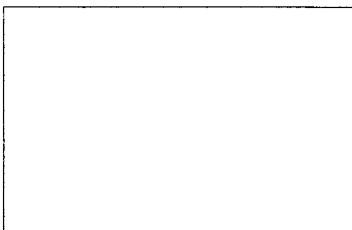

Abb. 4: Sender am Mikrofon anstecken und abziehen
4.2 Sender anstecken und abziehen (siehe Abb. 4)